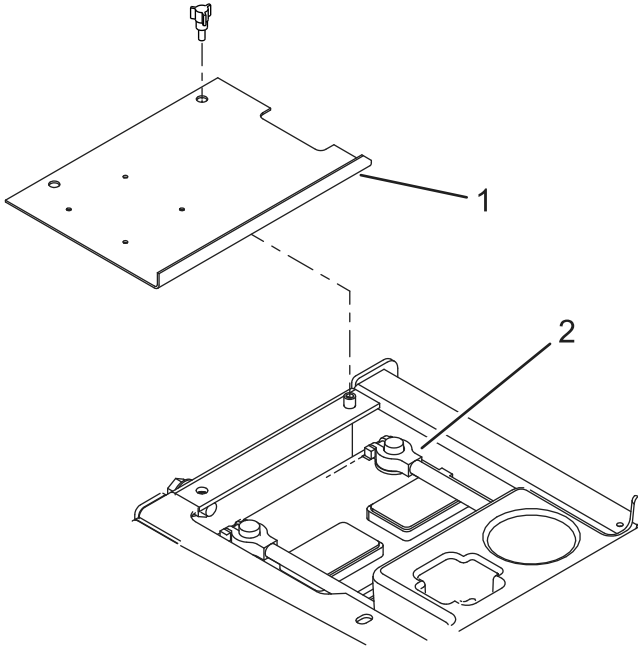

Figure 1
1. Retirez le couvercle du bac à batterie (Figure 1).
2. Débranchez le câble négatif (-) de la batterie (Figure 1).